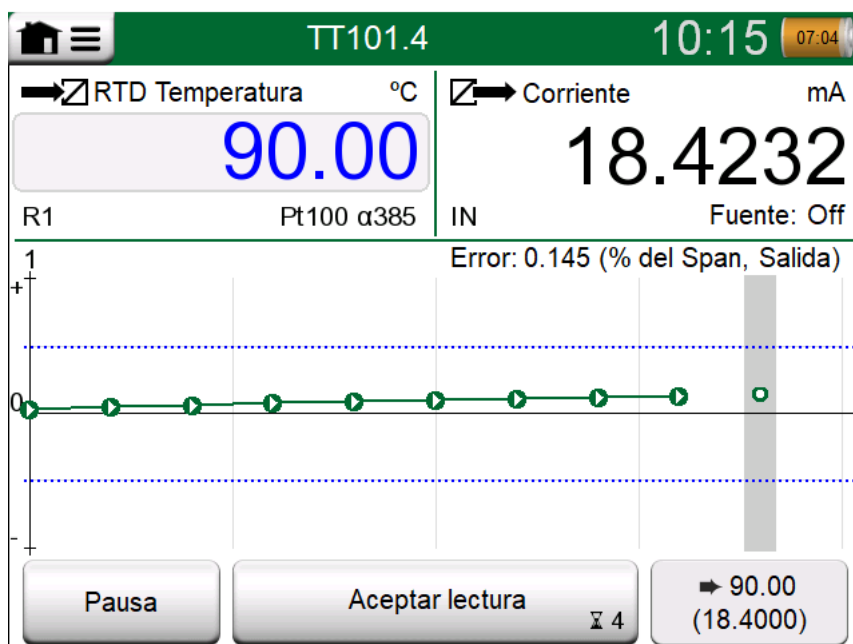

Figura 61: Calibración con Aceptación Automática en uso
3. Cuando la señal es estable, un temporizador inicia una cuenta atrás según el **Retardo punto** y luego se guardan las lecturas solo si la estabilidad de la señal sigue siendo válida. Fíjese en el reloj de arena en la Figura 61: Calibración con Aceptación Automática en uso. Si una señal es inestable, la MC6-WS regresa a la fase 2.